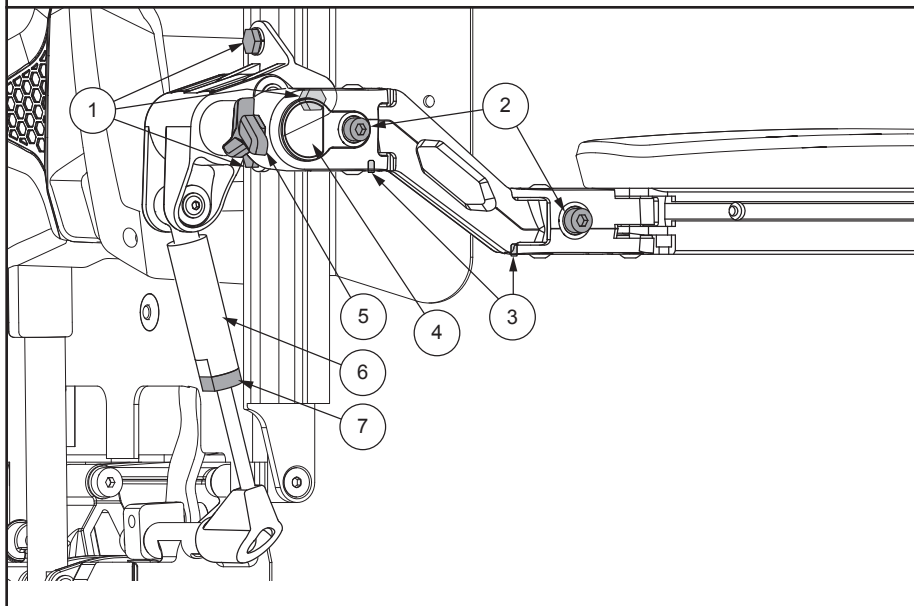

Figure 9. Réglage de la hauteur et de l'angle des accoudoirs relevables
1. Desserrer les vis 1, 2 et 3. **Voir la figure 9.**
3. Serrer les vis 1, 2 et 3. **Voir la figure 9.**
1. Desserrez l'écrou. **Voir la figure 9.**
3. Serrer l'écrou. **Voir la figure 9.**
1. Desserrez la vis 1 et/ou 2 au dessous de l'accoudoir avant l'ajustement. **Voir la figure 9.**
2. Réglez la largeur de l'accoudoir dans la position souhaitée en tournant la vis 4 et/ou à vis 5. **Voir la figure 9.**
1. Retirer le bouton de l'accoudoir. **Voir la figure 9.**
1. Faites glisser l'accoudoir sur le montant de l'accoudoir. **Voir la figure 9.**